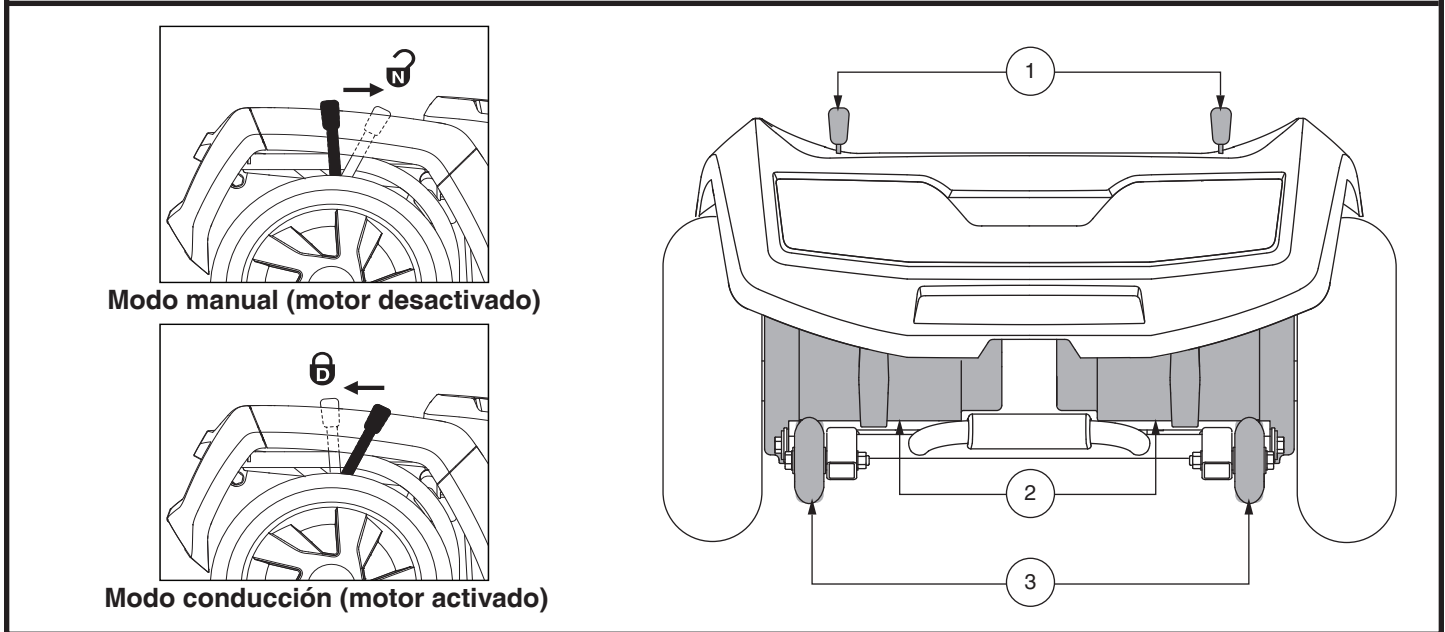

Figura 7. Sección Posterior - 710ZT
**NOTA:** Para el modelo 710ZT, las palancas manuales de rueda libre operan en la dirección opuesta (consulte la figura 7); por lo tanto, para el paso 3 de la figura 12, las palancas deben empujarse hacia delante para activar el modo de conducción.